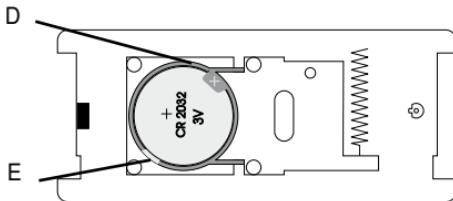

Abbildung 2: Batteriefach Türklingeltaster
- e) Die Batterie (Knopfzelle CR 2032) kann jetzt in die Plastikhalterung auf der Platine (Abb. 2 D) eingelegt werden.
- f) Wollen Sie eine Batterie auswechseln, dann entfernen Sie die vorherige mit einem kleinen flachen Schraubendreher aus ihrer Plastikhalterung durch vorsichtiges Anheben an der Ecke (Abb. 2 E). Anschließend können Sie eine neue Batterie einlegen. Bitte achten Sie auf die richtige Polarität der Batterie.